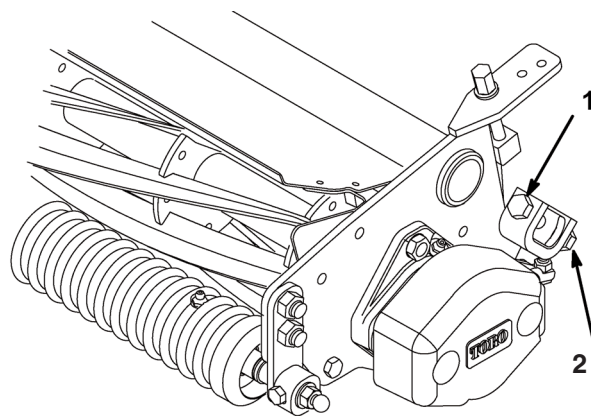

Figure 2
2. Rapprochez la contre-lame des lames du cylindre en desserrant la vis de réglage inférieure (Fig. 2) de chaque côté du plateau de coupe, puis serrez la vis de réglage supérieure (Fig. 2) de chaque côté du plateau de coupe.